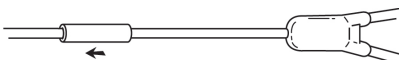

Fig. 8
8. Ωθήστε με απαλές κινήσεις το κάλυμμα επάνω από τη συμβολή (Fig. 8)